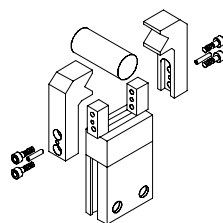

Fig. 10
- Introduire deux vis de fixation dans chacun des taraudages des mâchoires de serrage (voir Fig. 10).